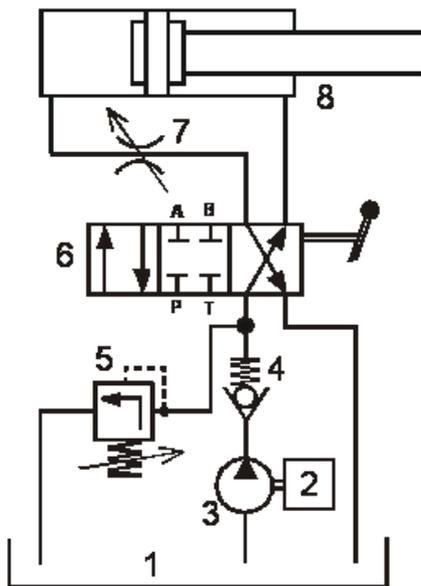

Рисунок 1 Гидравлическая схема гидропривода
7. Познакомить студентов с гидросхемой (рис. 1) и попросить прокомментировать ее работу.